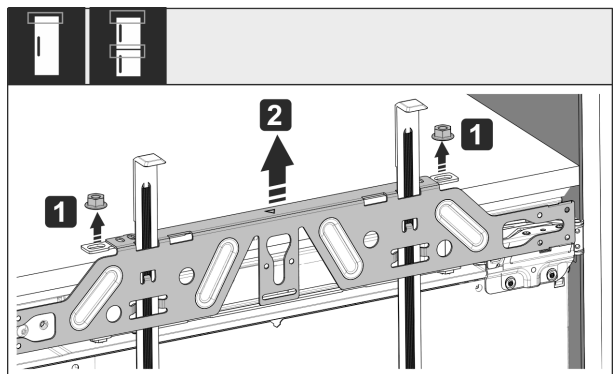

Fig. 58
- Desserrer les contre-écrous Fig. 58 (1).
- Retirer la traverse de fixation Fig. 58 (2).